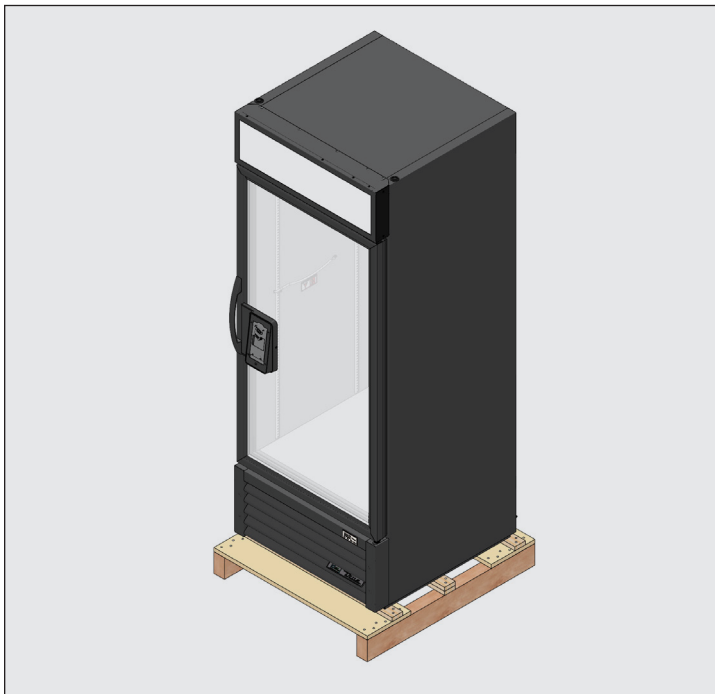

Fig. 1. Retire el embalaje exterior.
2. Retire el embalaje exterior. Véase la fig. 1.